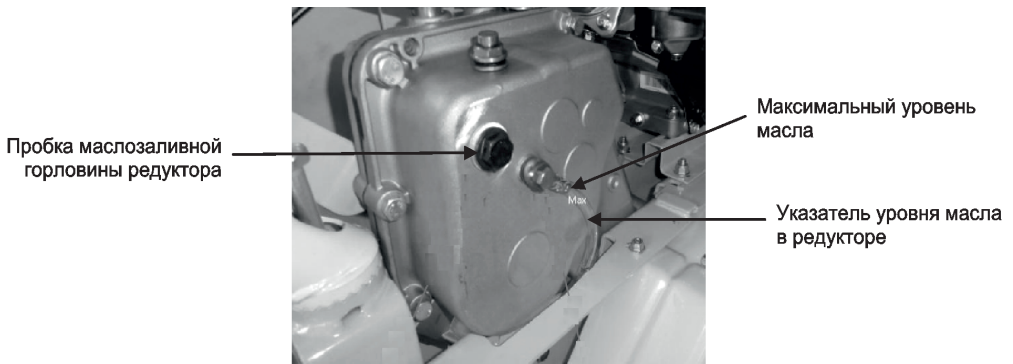

Рис. 24
2. Открутите пробку маслозаливной горловины редуктора (Рис. 24)
Для контроля масла в редукторе используйте указатель уровня масла (Рис. 24)